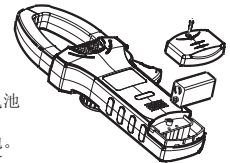

图 13
## 十. 保养和维护 (见图13)
- 本产品的电源为一只6LF22 9V 1604A电池, 请参考图13, 使用下列顺序安装或更换电池。